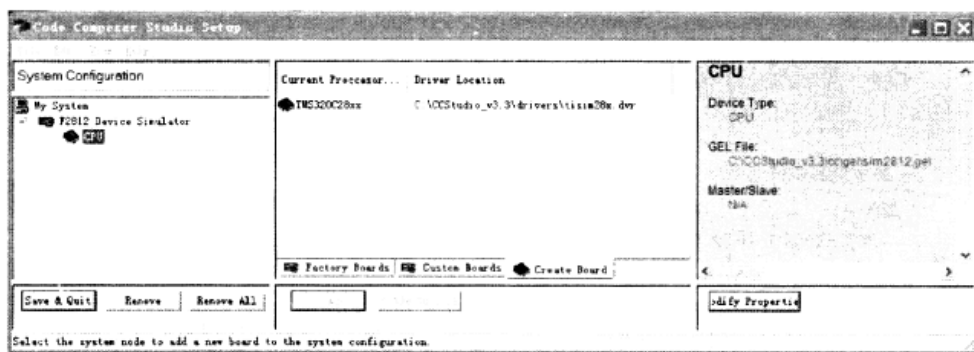

图 1-28 Setup Code Composer Studio v3.3 的配置步骤 1
① 双击打开 Setup Code Composer Studio v3.3,在 System Configuration 栏内应该还没有 CPU;如果有,首先需要将 System Configuration 栏下默认的 CPU 选项移除,方法是右击选择 Remove。图 1-28 是 F2812 Device Simulator,如果只是对 TMS320F2812 进行软件仿真,那个选项也就可以了。现在要实现的是硬件仿真,所以需要将其先移除。